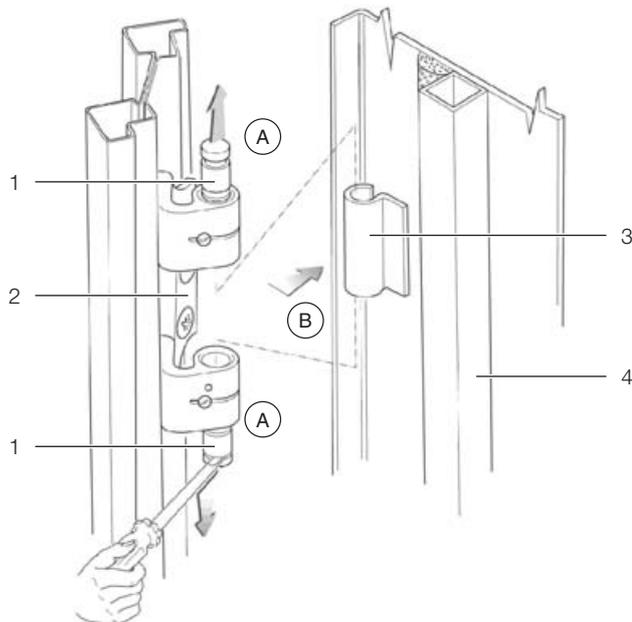

Рис. 21: Демонтаж дверного шарнира
- Разблокируйте четыре дверных шарнира. Для этого приподнимите шарнирные штифты при помощи подходящего инструмента (например, отвертки) и вытяните их до упора из шарнирного крепления (рис. 21, шаг А). Начните с нижнего дверного шарнира.
- Снимите дверь серверного шкафа (рис. 21, шаг В).